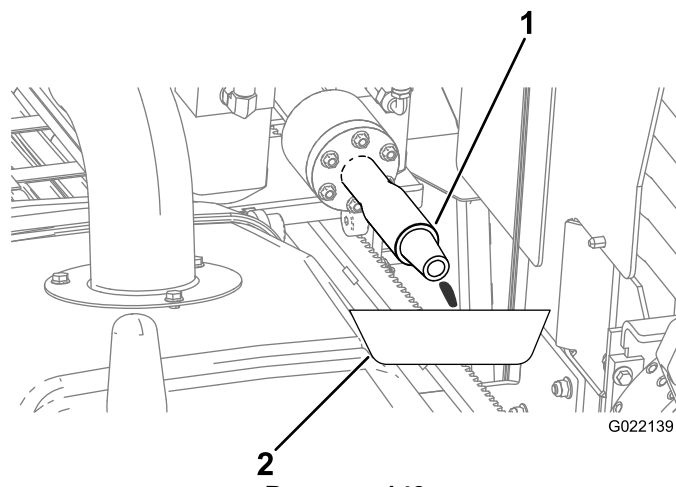

Рисунок 149
- B. Подставьте сливной поддон под буровой шпиндель для сбора утечки антифриза (Рисунок 149).
- Д. Когда антифриз будет выходить из бурового шпинделя (Рисунок 149), выключите насос.